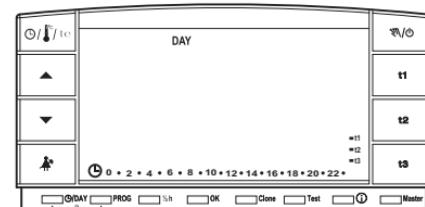

fig. 71
- Appuyer sur la touche **OK** pour programmer l'arrêt de l'écran de 0:00 à 6:00 (exemple sur la fig. 71).
- Appuyer sur la touche **OK**: après 3 minutes, on obtient l'arrêt de l'écran de toutes les 24 heures de tous les jours (exemple en fig. 71).